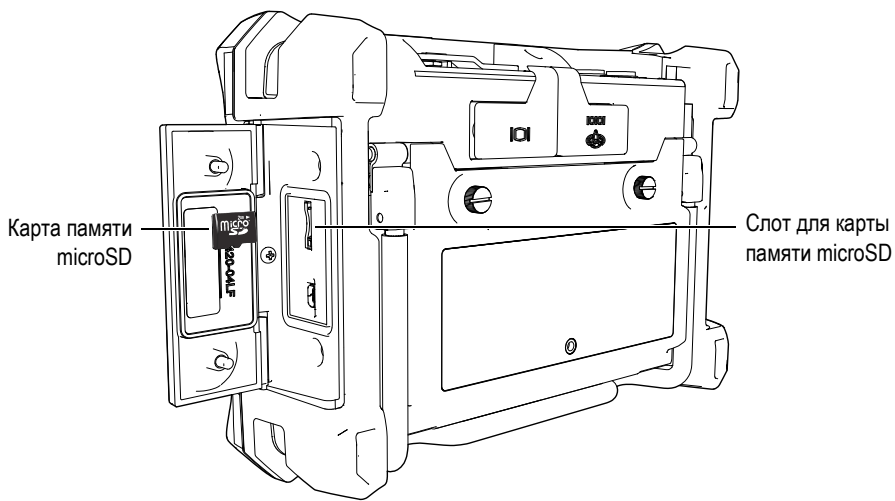

Рис. 7-23 Расположение карты памяти microSD
1. Убедитесь, что карта памяти microSD вставлена в BondMaster 600 (см. Рис. 7-23 на стр. 223).